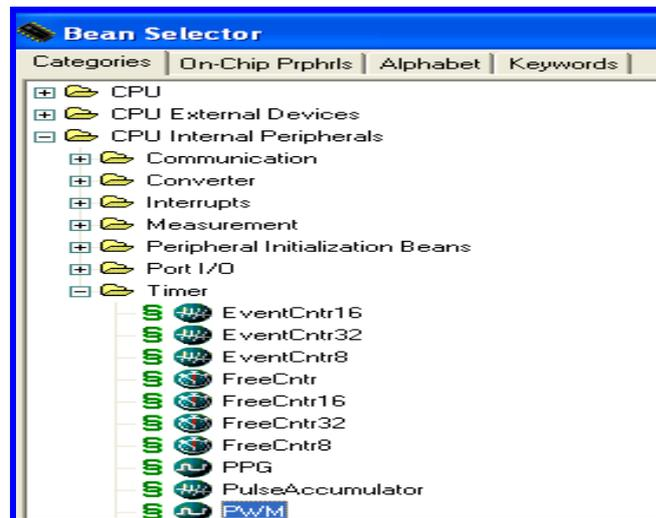

Figura 4.124 Selección PWM (Control de PWM).
5.-Elegir en la ventana Bean Selector (Figura 4.124).- *CPU Internal Peripherals-Timer-PWM*. Habilitar cuatro beans *PWM*.